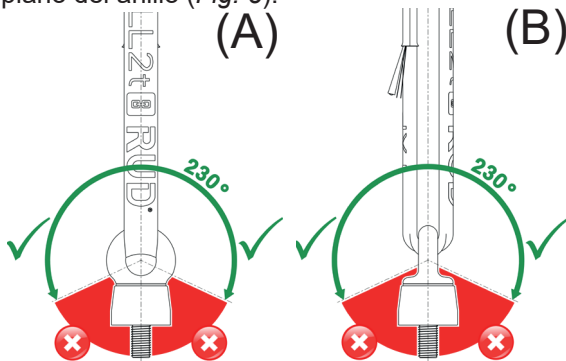

Fig. 8: Rango de giro admisible 230° (verde):
- La eslinga tubular TXP puede girar 230° tanto en el plano del anillo como en sentido transversal al plano del anillo (Fig. 8).